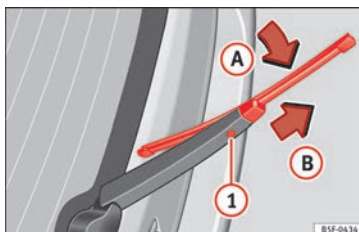

Fig. 63 Remplacement du balai de l'essuie-glace arrière.
- Soulevez le bras de l'essuie-glace et rabattez-le à un angle d'environ 60° » fig. 63.
- Rabattez le balai dans le sens du bras d'essuie-glace » **fig. 63** (flèche **A**) en tirant dans le sens indiqué par la flèche **B**. Vous devrez probablement utiliser la force.